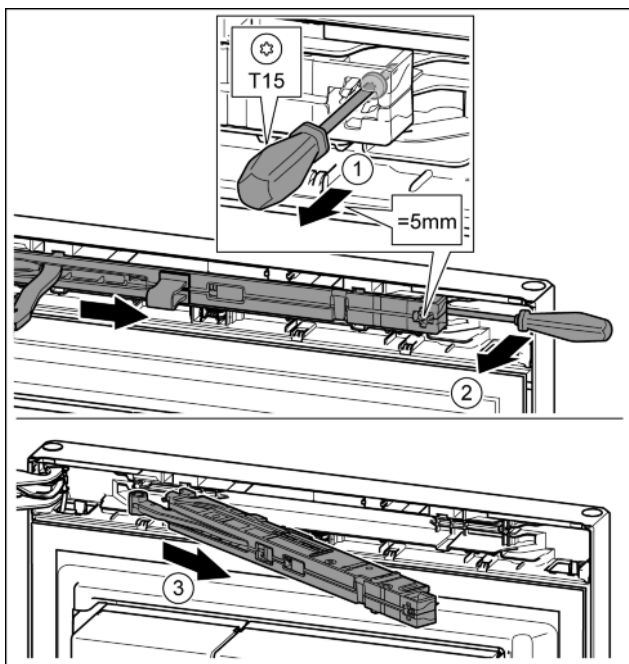

Fig. 13
- ▶ Ослабить винт на узле амортизатора с помощью отвертки T15 примерно на 5 мм. Fig. 13 (1)
- ▶ Отверткой со стороны ручки переместиться за узел амортизатора и повернуть вперед. Fig. 13 (2)
- ▶ Вытащить узел амортизатора. Fig. 13 (3)